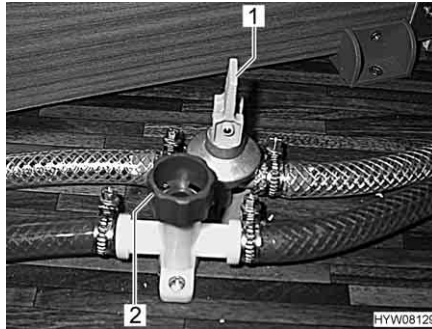

Fig. 153 Robinets de vidange
- Fermer tous les robinets de vidange pour chauffe-eau. Pour cela, mettre le levier à bascule (Fig. 153,1) à l'horizontale et faire tourner le capuchon (Fig. 153,2) dans le sens des aiguilles d'une montre.
- Ouvrir tous les robinets de vidange pour chauffe-eau. Pour ce faire, placer le levier à bascule (Fig. 153,1) à la verticale et faire tourner le capuchon (Fig. 153,2) dans le sens inverse des aiguilles d'une montre.